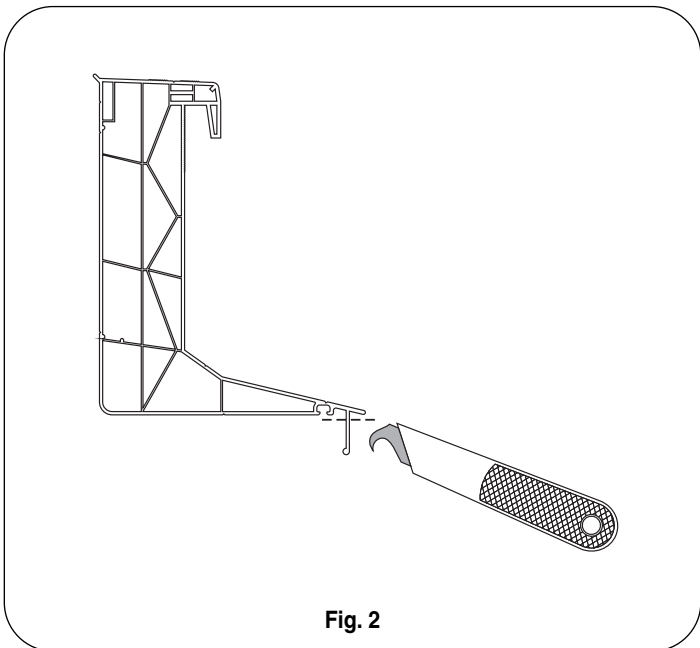

Fig. 2
- Should you wish to fix the PVCu curb 16/00 directly on the roof, please take away the lip at the bottom of the curb with a special bracket cutter (see fig. 2).
- Wenn Sie den PVC Aufsatzkranz 16/00 direkt aufs Dach montieren möchten, können Sie die Lippe unten am Aufsatzkranz mit einem speziellen Hakenmesser entfernen (siehe Bild 2).